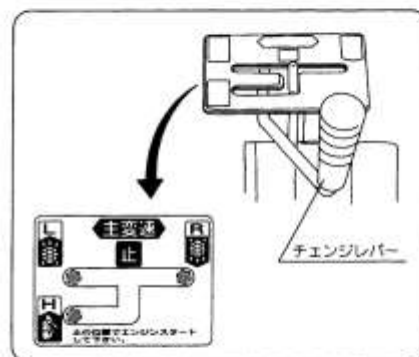

図11
- チェンジレバーを進行方向の位置にしてください。(図11)